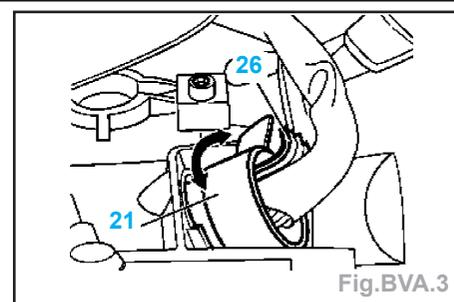

Fig.BVA.3
- tourner la fermeture à baïonnette de la douille de guidage (21) de 90° sur la gauche et débrancher le connecteur électrique (26) (Fig.BVA.3).